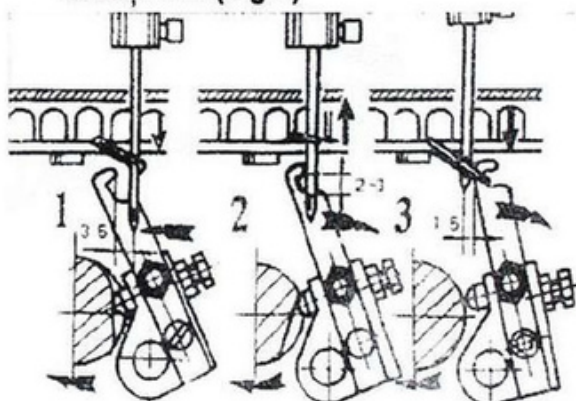

Fig.6
#### 4.5. POZIȚIA ADECVATĂ A ACULUI ȘI CROȘETEI (FIG.6)
- Când acul coboară în poziția sa cea mai joasă, distanța dintre axa sa și vârful croșetei va fi de aproximativ 3,5 mm. (Fig.6, poz.1);
crestăturii din ac cu o deschidere de cel mult 0,20 mm, în timp ce distanța dintre partea inferioară a vârfului croșetei și partea superioară a ochiului de ac va fi de 2 ~ 3mm. De asemenea, între vârful croșetei și suprafețele inferioare ale acului va fi 2 ~ 3mm (Fig.6, poz.2);
- Când croșeta preia o buclă de fir, ajunge în partea dreaptă a acului iar acesta coboară și trece prin bucla. În această poziție relativă, distanța dintre partea din spate a croșetei și axa acului va fi de 1,5 mm (Fig.6, poz.3).